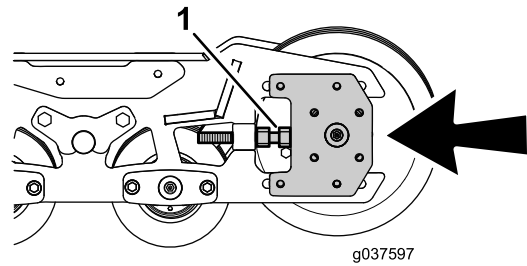

Figura 15
- Ajustador de oruga externo (2)
- Gire los pernos de los ajustadores de oruga internos y externos (Figura 15) para que los ajustadores queden